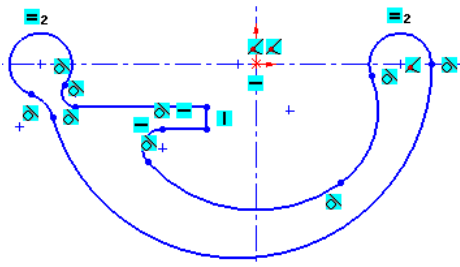

图 2.14.6 添加“相切”约束
Step3. 添加图 2.14.6 所示的“相切”约束及其他必要约束。
Step4. 选择 视图(V) 草图几何关系(E) 命令, 关闭草图几何约束显示。